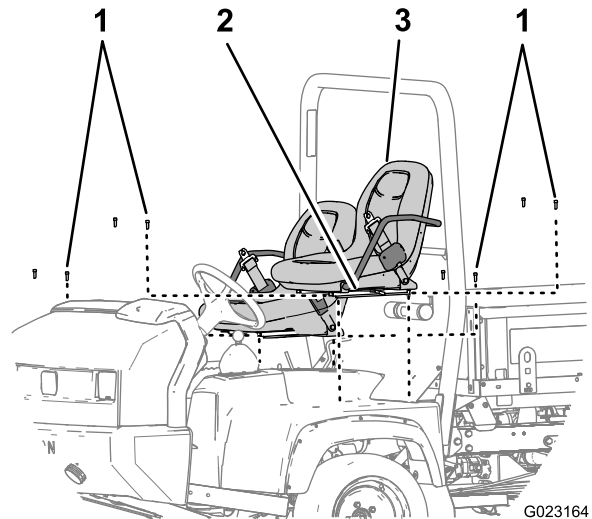

Figura 8
5. Rimuovete le 8 viti a esagono incassato che fissano le guide del sedile al telaio ed estrarre i sedili (Figura 8).